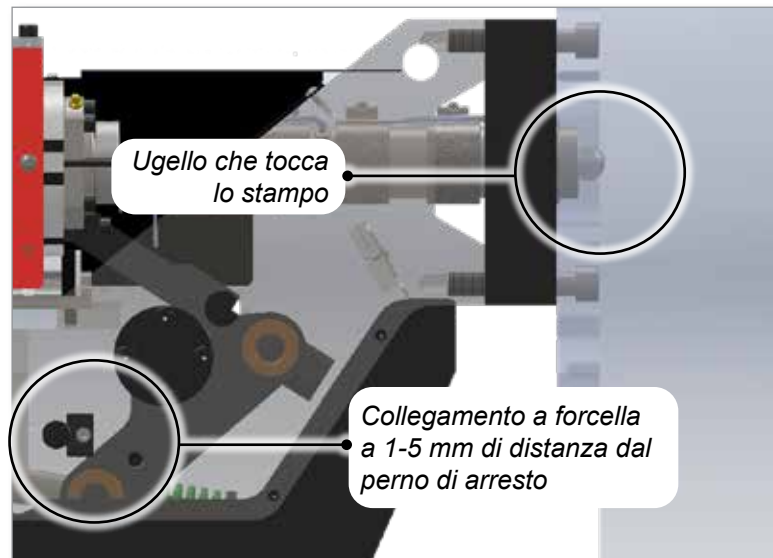

Figura 9-3 Ugello che tocca lo stampo
7. Usare la vite del regolatore per spostare l'ugello in avanti fino a quando non tocca appena l'ingresso del collettore come mostrato nella Figura 9-3.